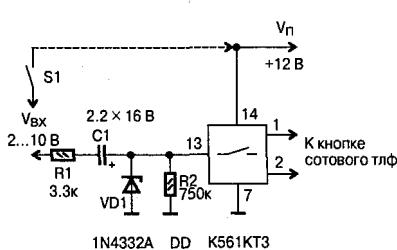

Рис. 1.1. Устройство-адаптер для сотового телефона
4. Собрать и подключить согласно электрической схеме, представленной на **Рис. 1.1**, простое устройство-адаптер, которое получает сигнал от датчиков, установленных на охраняемом объекте.
Устройство собрано на популярной микросхеме К561КТ3. В точку $V_{\text{вх}}$ приложено управляющее напряжение от любого из датчиков, например геркона, установленного на открывание входной двери. На **Рис. 1.1** контакты геркона обозначены как S_1 . Датчики могут быть различными, в том числе выдающими пачки импульсов.